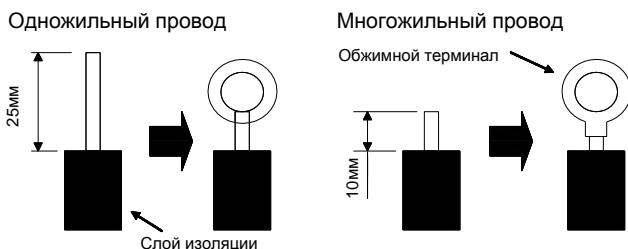

Рис. 29
- (1). Для одножильного питающего провода (Рис. 29)
- (2). Для многожильного провода (Рис. 29)